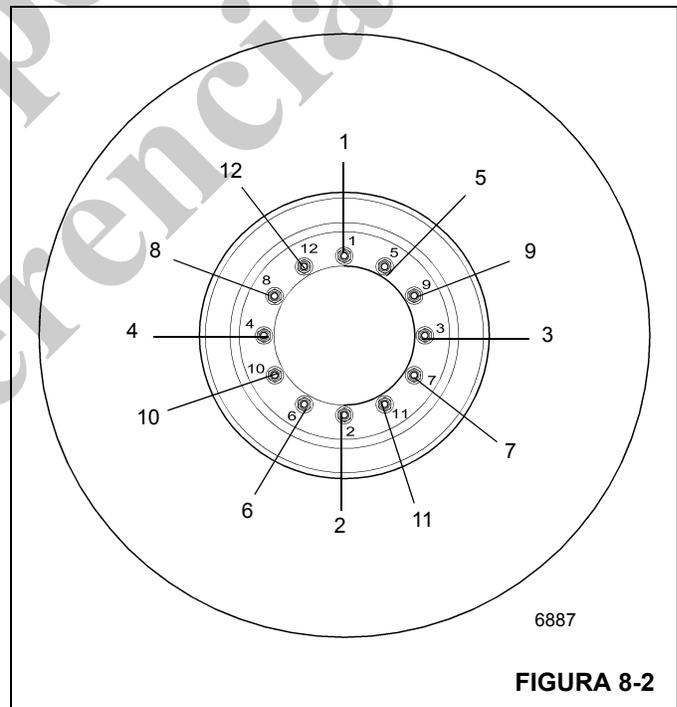

FIGURA 8-2
2. Coloque el conjunto de rueda en los espárragos de montaje. Instale las tuercas de rueda y apriételas a 68 Nm (50 lb-pie) siguiendo la secuencia ilustrada en la Figura 8-2.
4. Apriete las tuercas de rueda a 461 - 488 Nm (340 - 360 lb-pie) siguiendo la secuencia ilustrada en la Figura 8-2.